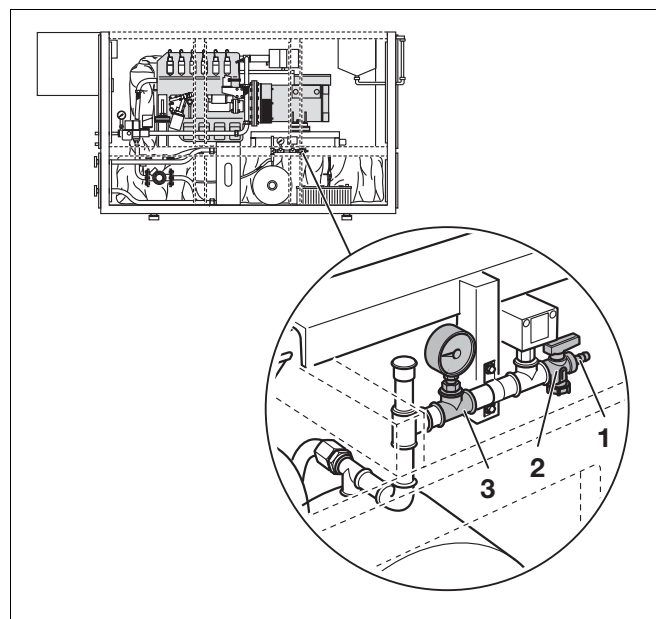

Рис. 13 Штуцер для наполнения охлаждающей жидкостью двигателя, с запорным краном и манометром (пример: Loganova E 0824 DN-40 и E 0826 DN-60)
- Надеть напорный шланг электронасоса или ручного насоса на штуцер для наполнения (рис. 13 и 14, **поз. 1**).
- Открыть запорный кран (рис. 13 и 14, **поз. 2**) и медленно заполнять систему охлаждающей жидкостью с давлением около 1 бар.
- Контролируйте давление наполнения по манометру (рис. 13 и 14, **поз. 3**)!
- Закрывать запорный кран (рис. 13, **поз. 1**) и снять напорный шланг.